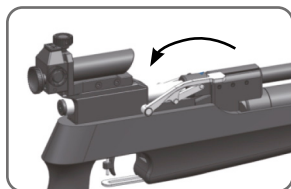

Fig. 3
1) Tire del cerrojo hacia atrás (Fig. 3) hasta amartillar la carabina, de forma que el cerrojo no pueda volver hacia delante de forma automática.